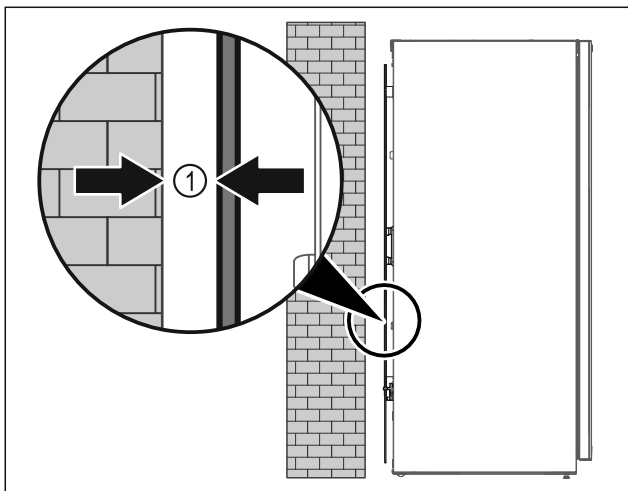

Fig. 9
- Gerät entweder frei im Raum oder direkt an einer Wand mit einem Mindestabstand von 5 mm Fig. 9 (1) aufstellen.